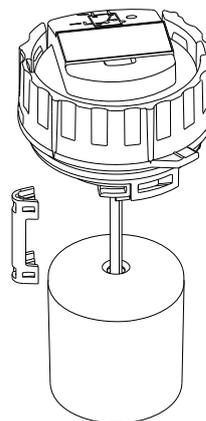

Рис. 1 Поплавковый выключатель без трубки
3. Удалить или установить проставку на валу поплавкового выключателя, чтобы изменить уровень пуска. См. рис. 1.